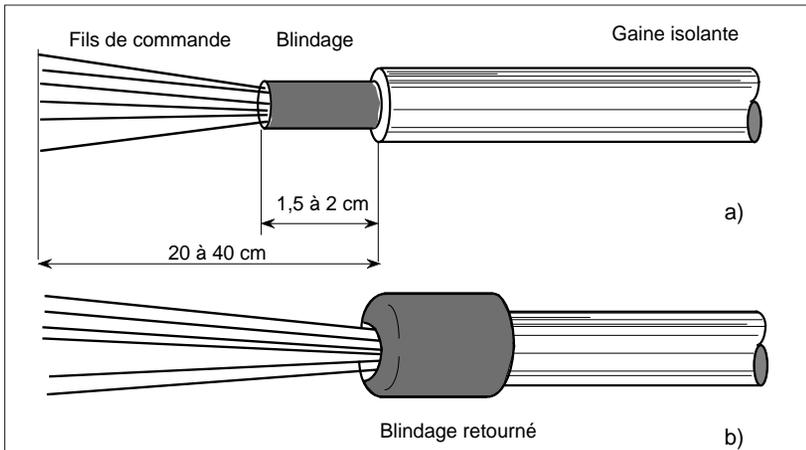

Figure 3-10 Démontage du câble de commande
- **Dénuder** le câble blindé comme expliqué sur la figure 3-10,a.
- **Retourner** le blindage sur la gaine isolante (figure 3-10,b).